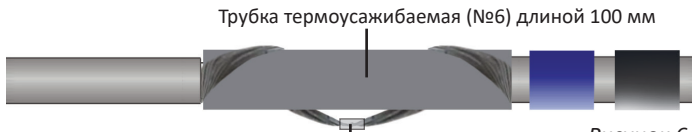

Рисунок 6
5.11. С одного конца кабеля сдвинуть термоусаживаемую трубку (**№6**) ($L=100$ мм) и усадить ее с помощью воздушного термопистолета ($T=230$ °C). Соединить оба пучка экранной оплётки с помощью гильзы (**№2**) длиной 6мм. При этом, перед соединением, в пучках требуется равномерно распределить медную проволоку в одной плоскости, насколько это возможно (*Рисунок 6*)